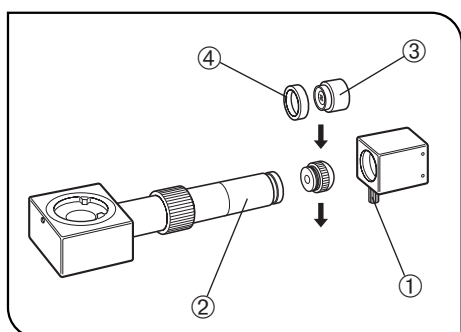

Abb. 6
1. Wenn nur die U-DA am Mikroskopstativ montiert ist (Abb. 6)